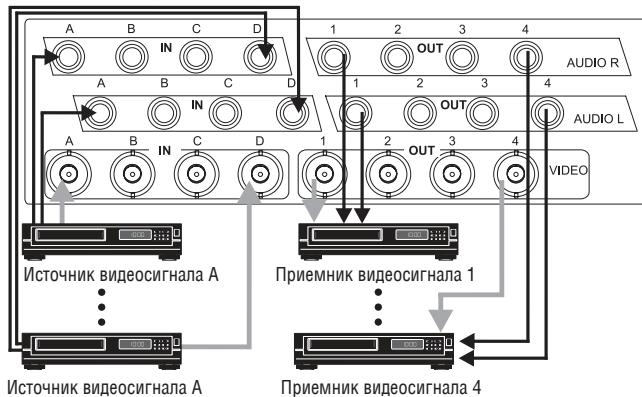

Рис. 2. Подключение матричного коммутатора 4x4 видеоД и аудиосигналов VS-6EII
1. Подключите до четырех источников композитного видеосигнала к разъемам видеовходов, а соответствующие им источники звукового сигнала – к разъемам AUDIO L и AUDIO R (например, на рис. 2 показано подключение источников ко входам A и D).
2. Подключите к разъемам видеовыходов и к разъемам аудиовыходов AUDIO L и AUDIO R до четырех приемников композитного видеосигнала (например, на рис. 2 показано подключение к приемнику 3).